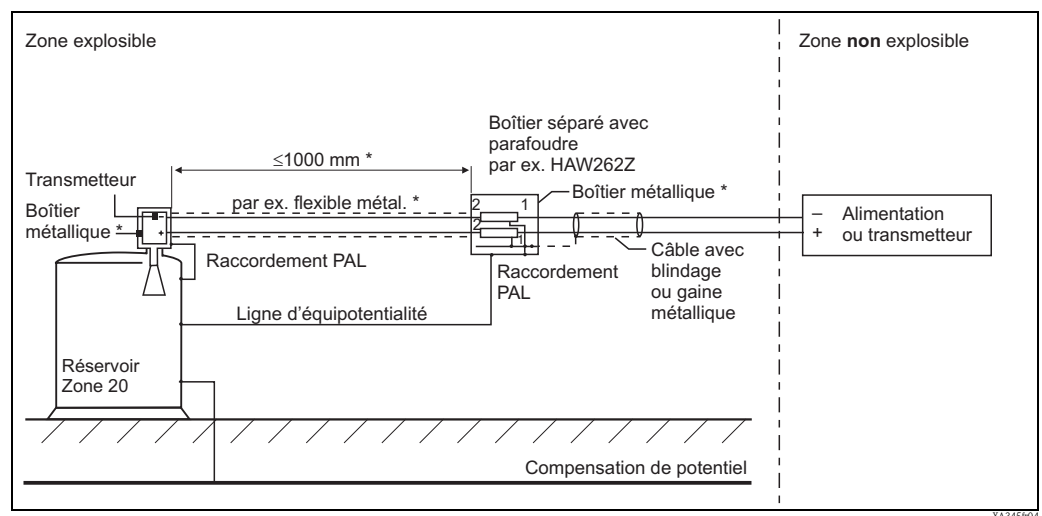

Fig. 4
■ En option : Parafoudre HAW262Z ou HAW56x, voir fig. 4.